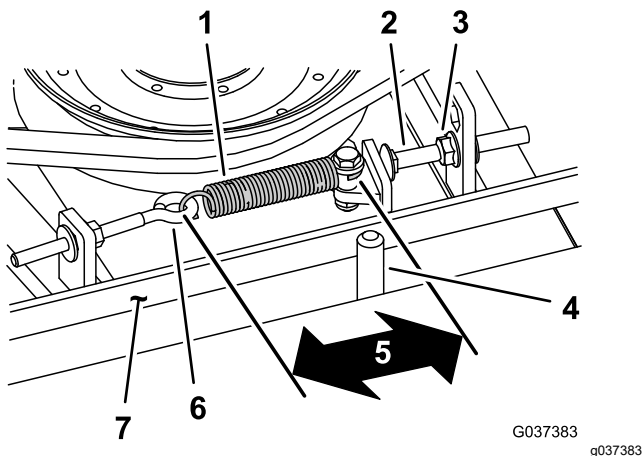

Bild 113
Bei richtiger Spannung sollte die Messung innen an der Verlängerungsfeder (Haken zu Haken) ungefähr $8,3 \text{ cm} \pm 9,5 \text{ cm}$ betragen. Wenn die Federspannung richtig ist, stellen Sie die Anschlagsschraube (Schlossschraube) ein, bis der Abstand zwischen dem Schraubenkopf und dem Spannarm ungefähr 2-5 mm beträgt (Bild 113).
Hinweis: Achten Sie darauf, dass der Riemen auf der Federseite der Riemenführung positioniert ist (Bild 113).
2. Lösen Sie den Augenbolzen, um die Verlängerungsfeder abzunehmen (Bild 113).
3. Lösen Sie die Bundmutter, mit der die Anschlagsschraube an der Befestigungsnase befestigt ist, und schieben Sie die Spannscheibe vom Riemen weg, um die Riemen Spannung zu lösen (Bild 113).
9. Setzen Sie die Verlängerungsfeder (Bild 113) wieder in den Augenbolzen ein und spannen Sie den Riemen wie folgt: